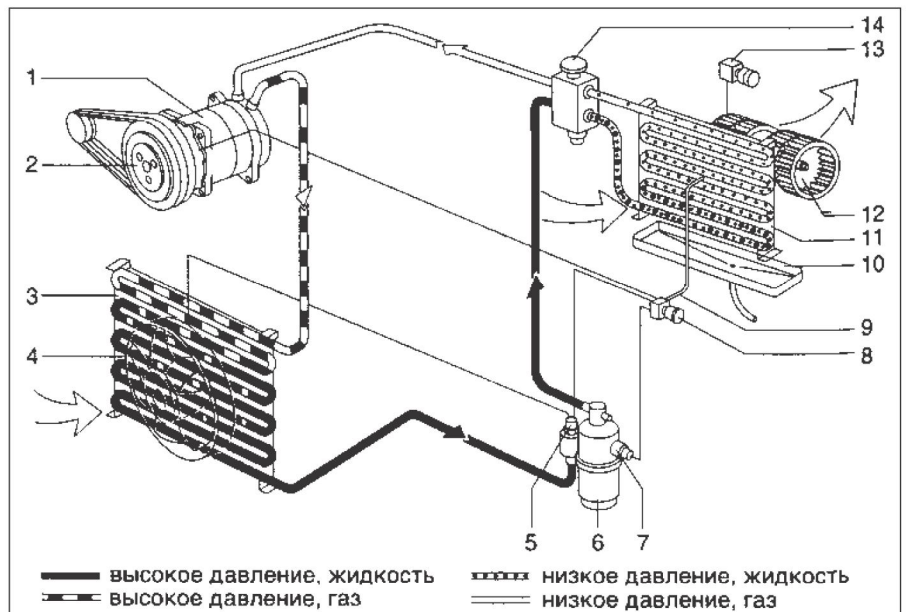

Рис. 15.2. Контур охлаждения системы кондиционирования воздуха:
Работа кондиционера заключается в следующем. Компрессор (1, рис. 15.2) охлаждения приводится в движение поликлиновременной передачей от шкива коленчатого вала двигателя. В компрессоре происходит сжатие хладоносителя (рабочего газа кондиционера) до давления порядка 30 кгс/см². При этом газ сильно нагревается. Газ, поступающий после компрессора в конденсатор (3), охлаждается, благодаря потоку набегающего воздуха от вентилятора (4). При этом газ конденсируется и превращается в жидкость. Под высоким давлением жидкость прохо-